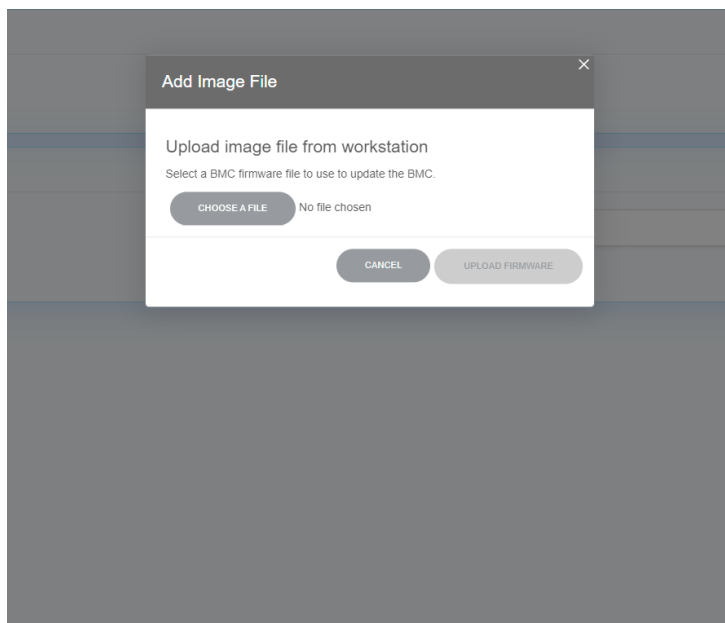

Рис. 96. Окно добавления новой прошивки
- 3) В поле «Образ прошивки» нажмите на кнопку «Добавить Файл Образа С Рабочей Станции». Окно показано на рис. 96 Окно добавления новой прошивки